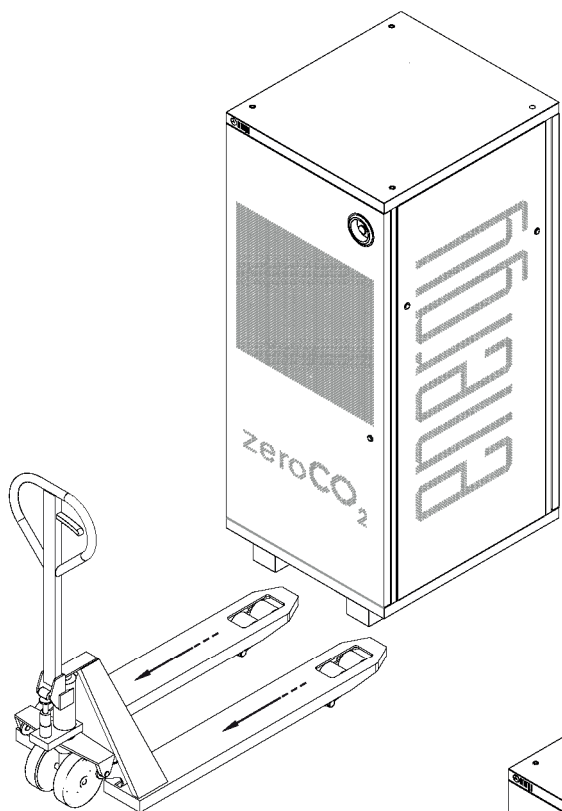

Fig. 4.9
15. Sfilare il transpallet (Fig. 4.9).